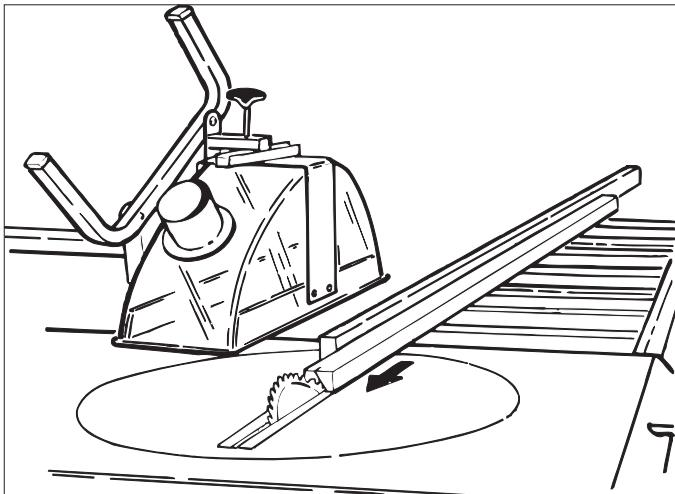

Fig. 18
- Innstilling som for klyving, men sagbladet krenges til ønsket vinkel. Arbeidsoperasjonen utføres som i punkt 5.5. Se fig. 18 og 19.